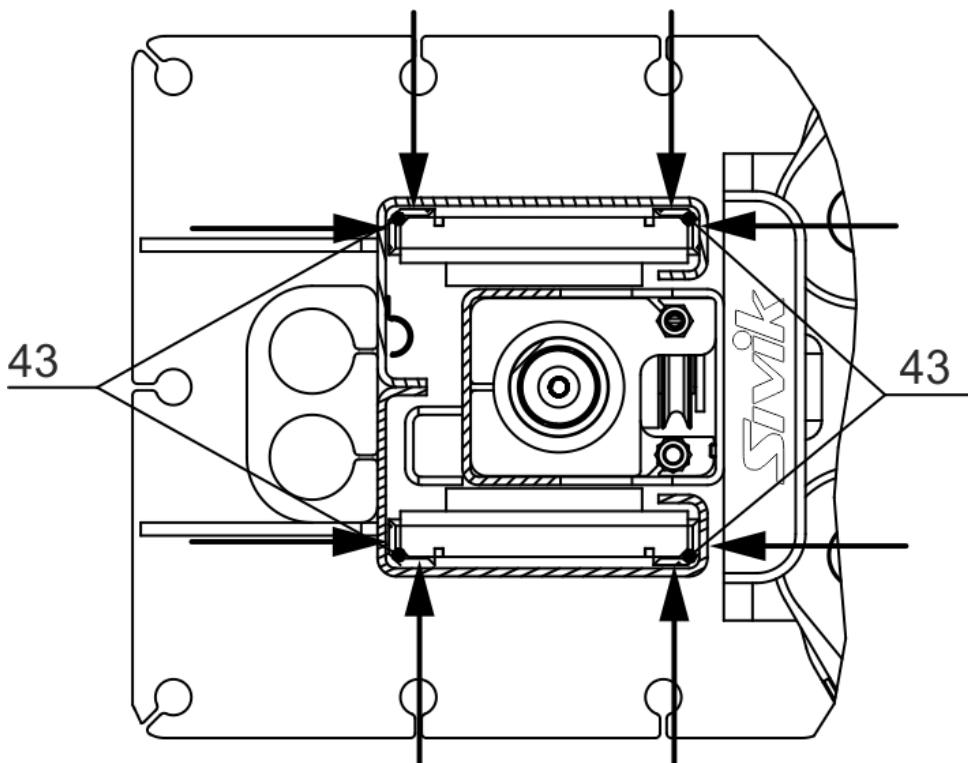

Рисунок 6.8 – Места смазки беговых дорожек (угловая зона 30x30 мм внутри стоек по всей длине)
6.12.2 Установить на перекладину 3 ограничительную дугу 47 (рисунок 6.8) с закрепленными на ней пластинчатыми пружинами 60 и 61. На перекладину 3 подъемника установить смонтированный на кабеле микровыключатель 57, с помощью винтов 23, шайб 29 и гаек 27. Одновременно установить защитный козырек 16 и защитную прокладку 15. Микровыключатель 57 необходимо установить так, чтобы он срабатывал при перемещение ограничительной дуги 47 вверх на 20...40 мм. Затем кабель микровыключателя 57, с помощью пластиковых хомутов, закрепить к рукаву так чтобы кабель не касался системы тросов 62.
6.14 Перед началом эксплуатации необходимо тщательно покрыть смазкой Литол-24 беговые дорожки внутри стоек на всем ходе кареток (рисунок 6.8), а также трос системы синхронизации кареток.